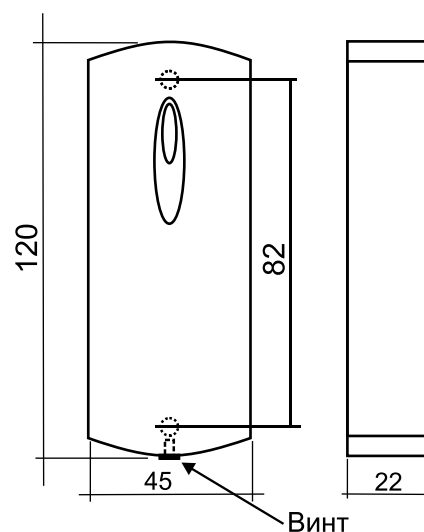

Рис.2 Габариты изделия.
- разметить и просверлить отверстия для крепления (рис.2);